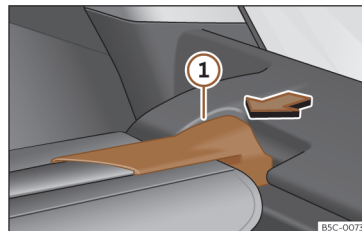

Fig. 120 Na bagageira: desmontar a chapeleira.
- Pressione o suporte da chapeleira >>> **Fig. 120** ① no sentido da seta.
- Encaixe o suporte da chapeleira »» Fig. 120 ① no alojamento do outro lado.